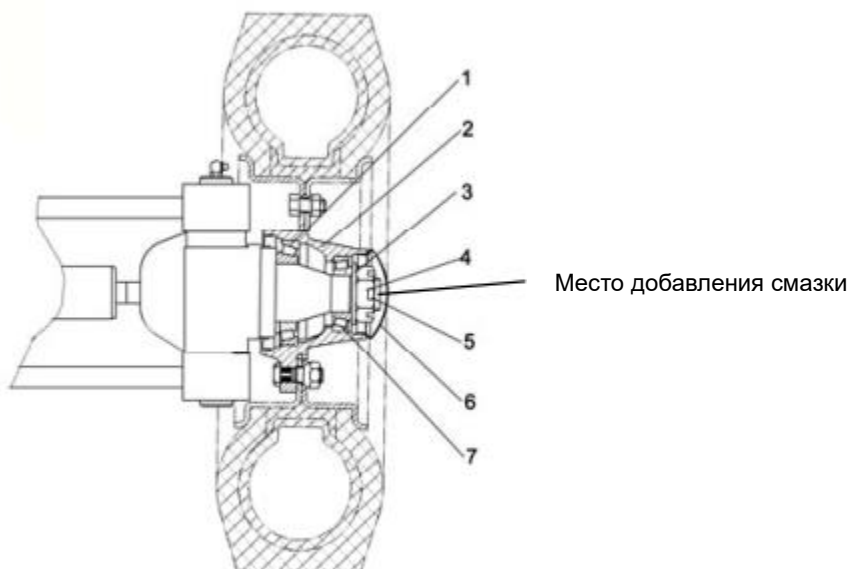

Рисунок 2-38
- (1) См. Рисунок 2-38, смажьте внутреннюю полость ступицы колеса, внутренний или внешний подшипник и крышку ступицы колеса, а также сальник.
- (2) Установите наружное кольцо подшипника на ступицу колеса и установите ступицу колеса на шарнире.
- (3) Установите шайбу и затяните гайку моментом затяжки 206-235 Нм (21-24 кгм), затем ослабьте гайку, затянув гайку снова моментом затяжки 9,8 Нм (1 кгм)
- (4) Аккуратно вставьте ступицу при помощи деревянного молотка и поверните ее на 3-4 оборота, чтобы убедиться, что она не болтается.
- (5) Затяните гайку.
- (6) Аккуратно постукивая ступицу колеса деревянным молотком, вращайте ступицу колеса 3-4 оборота вручную, чтобы обеспечить стабильность вращения, и измерьте момент вращения, чтобы его значение находилось в диапазоне 2.94-7.8Нм (0.3-0.8кгм)
- (7). Если момент вращения больше стандартного значения, вы можете отвернуть гайку на 1/6 оборота, а затем снова измерить его.
- (8) После того, как момент вращения будет соответствовать стандартному значению, зафиксируйте гайку при помощи шплинта.